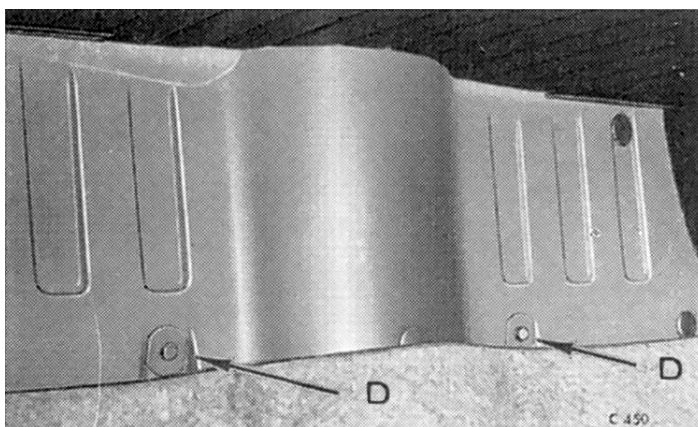

Fig. 7 Points de fixation sur la banquette arrière
- un de chaque côté de l'avant du panneau de banquette arrière (D) (Fig. 7);